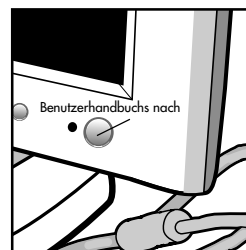

Abbildung F.1
- Schalten Sie den Monitor (**Abbildung F.1**) und den Computer ein.